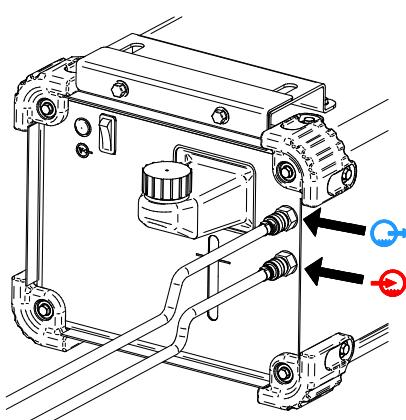

Bild 6.
- Koppla in kylslangarna på kylarens inlopp [5] och utlopp [4] (bild 6).
- Anslut vattenkylarslangarna – Bild 6.